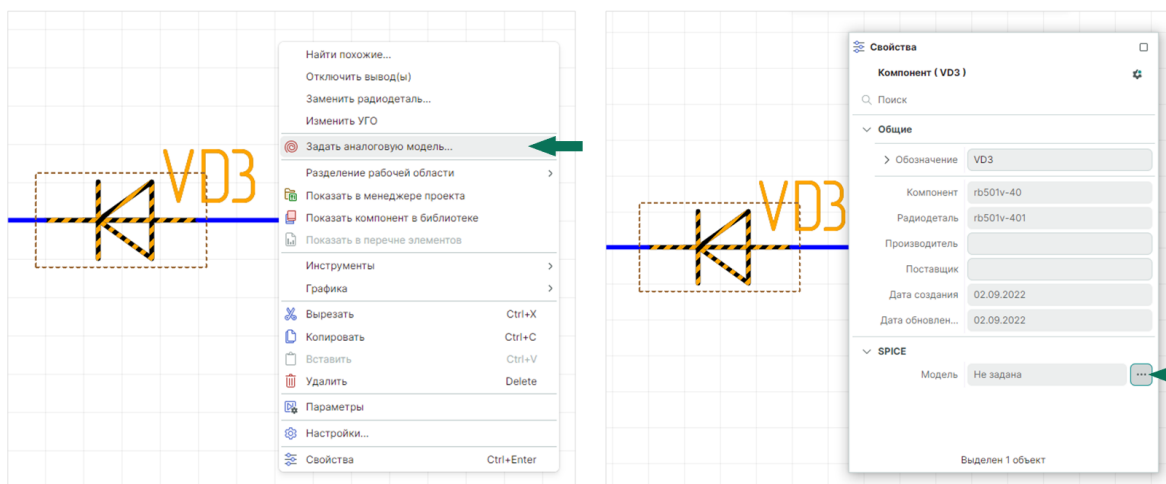

Рис. 27 Добавление SPICE-модели
1. Выберите команду «Задать аналоговую модель» из контекстного меню для компонента или перейдите «Свойства» → «SPICE» → «Модель» и нажмите кнопку , см. Рис. 27.